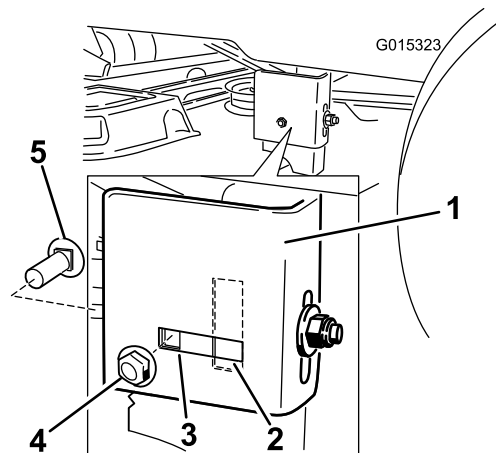

Figura 61
7. Vaya al lado izquierdo de la máquina. Compruebe si el perno de cuello cuadrado lateral está en la posición fija o ranurada (Figura 61).
8. Si el perno de cuello cuadrado lateral está en la posición fija, retire el perno de cuello cuadrado lateral y la tuerca de bloqueo lateral de la posición fija, e instálelos en la posición de ajuste ranurada (Figura 61).